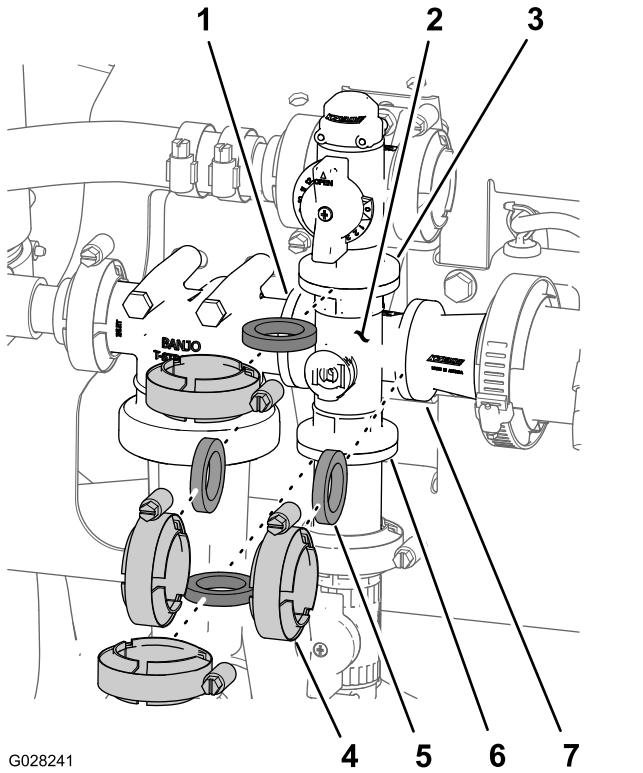

图112
- 如图112 所示取下将搅拌阀岐管固定至搅拌旁通阀、压力式滤清器头、异径管接头和安装座接头搅拌节流阀的夹具和垫片。